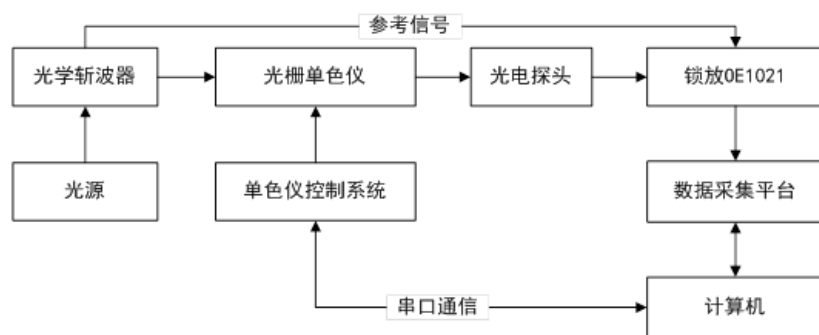

图84. 光谱测量平台示意图
3. 搭建起光谱测量平台, 并用一条带 BNC 接头的信号线连接光电探头的输出接口和前面板 SIGNALIN 的 A 接口; 用另一条带 BNC 接头的信号线连接光学斩波器的同步频率信号输出接口 Sync out f1 和前面板的 REF IN 接口; 用一条带 BNC 接头的信号线连接后面板的 CH1 接口和数据采集平台, 示意图如图 84 所示: